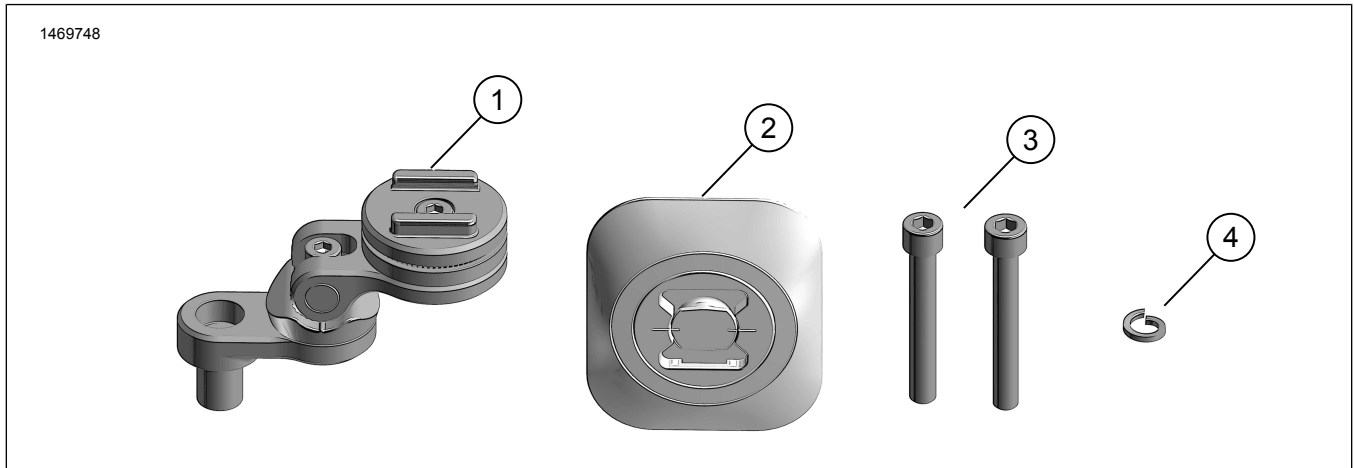

Figure 1. Contenu du kit : Porte-téléphone universel avec support d'embrayage
1. Figure 1 Installer l'interface universelle (2).